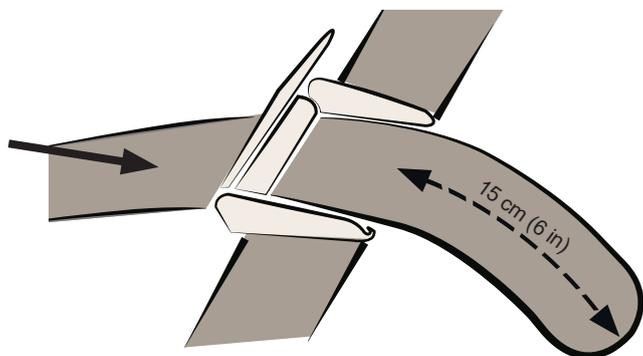

Fig. 2
2. Abbassare la fibbia per bloccarla. Lasciare uscire almeno 15 cm (6 pollici) di cinghia fuori dalla fibbia. Vedere fig. 2.
3. Collocare un tubo terminale al di sopra della testa del paziente (A) e uno al di sotto dei piedi (B).
4. Collocare la sezione laterale (C), senza cinghie trasversali, di fianco al paziente, con le fibbie rivolte verso l'alto.